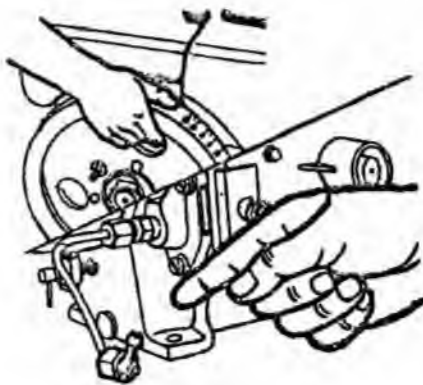

рис. 11
**в.)** Открутите три болта, фиксирующие выпрыскивающий насос, и снимите насос. После этого отрегулируйте впрыск топлива, увеличив количество регулировочных шайб. Обычно, добавление или снятие одной регулировочной шайбы толщиной 0,1 мм приводит к опережению или задержке впрыска на 1° (Рис. 11).